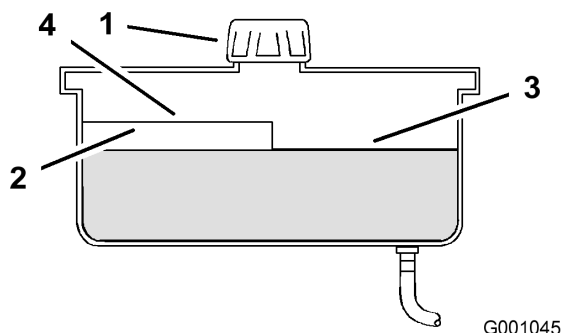

Figure 52
4. Nettoyez la surface autour du bouchon et du goulot de remplissage du réservoir hydraulique (Figure 52).
5. Retirez le bouchon du goulot de remplissage et vérifiez si le réservoir contient du liquide. (Figure 52).
Remarque: Lorsque l'huile est chaude, le niveau de liquide doit atteindre le haut du repère "à chaud" sur le déflecteur (Figure 52).